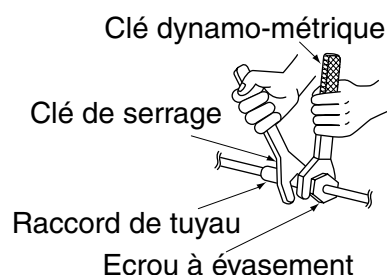

Fig. 12
- Lors de la connexion de la tuyauterie au climatiseur, veillez à utiliser une clé plate et une clé dynamométrique, comme indiqué dans la Fig. 12.